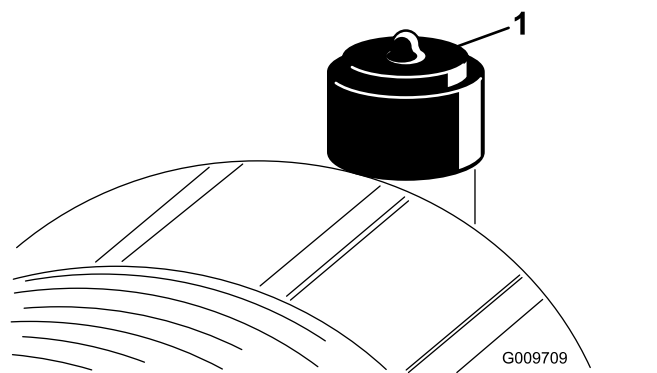

Figura 78
Faça a manutenção ao filtro de ar apenas quando o indicador de manutenção (Figura 78) o exigir. Mudar o filtro de ar antes de ser necessário apenas aumenta a possibilidade de entrar sujeidade no motor quando retira o filtro.
2. Reinicie o indicador (Figura 78) se este se apresentar vermelho.